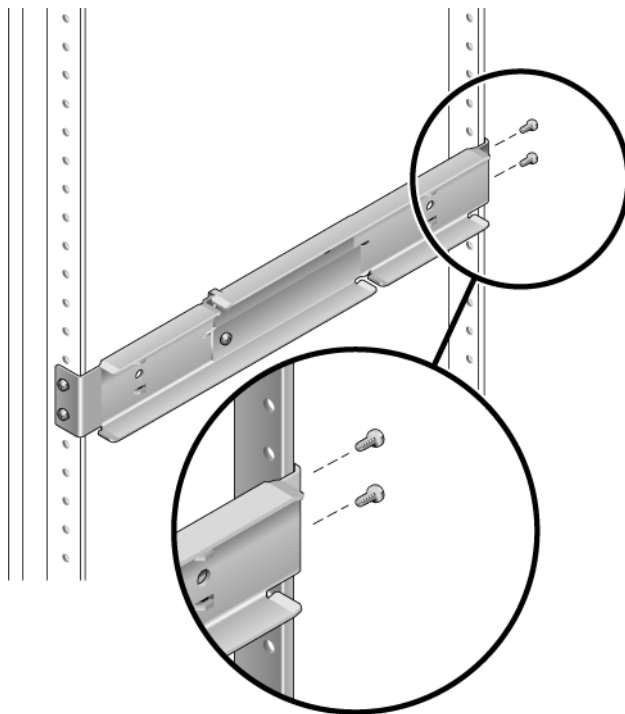

図 3-17 ラックへの調整可能レールの背面の固定
4. ラックの背面で、2本のねじを使用して調整可能レールの背面をラックに固定します (図 3-17)。